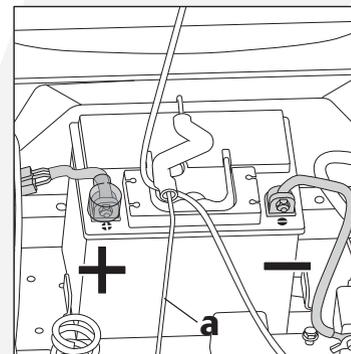

Fig.29
2. Retire el extremo en "J" (a) de la varilla de sujeción de la batería por un pequeño orificio. (Fig.29)
3. Introduzca otro extremo de la varilla de sujeción de la batería en la ranura cóncava. (Fig.29)